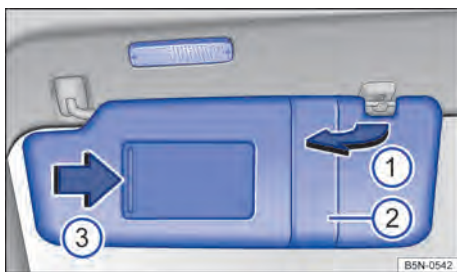

Fig. 85 No revestimento do teto: para-sol.
- Retirar do suporte e girar na direção das portas ⇒ Fig. 85 ①.